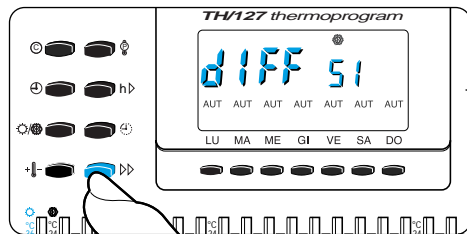

Fig. 43
13.6 - Premere il pulsante +/- per uscire dalla procedura di programmazione o >> (fig. 43) per attivare il funzionamento differenziale.